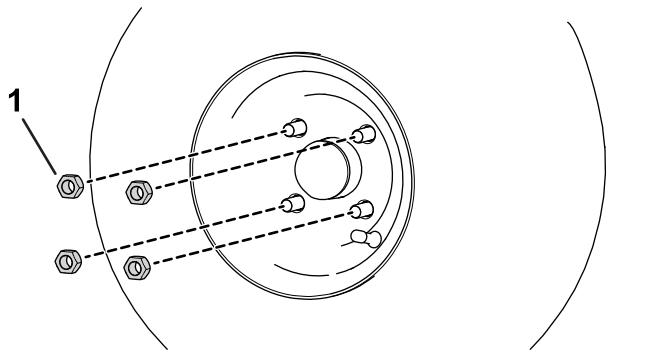

図 7
1. 先ほど外したラグナットを使って、ホイールをハブに固定する図 7。